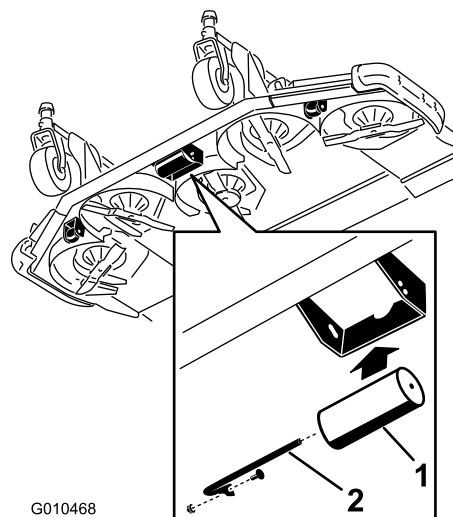

Figure 31
- Sortez l'axe des trous inférieurs du support, placez le galet en face des trous supérieurs et montez l'axe (Figure 31).